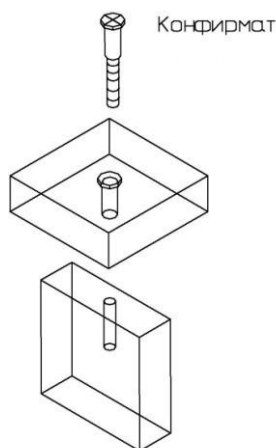

Рис. 4
Закрепить заднюю стенку (6) и перегородки (4), (04) с помощью конфирмат-винтов, ввернув их сквозь отверстия в нижнем щите (3) (см. рис.4). Затянуть эксцентрики на нижнем щите (3). Присоединить основание (5) к нижнему щиту (3) с помощью винтов М6х30. К получившейся конструкции присоединить крышку (1) так, чтобы дюбели и шканты в крышке вошли в предназначенные для них отверстия в боковых стенках (2), (02), перегородках (4), (04) и задней стенке (6). Затянуть эксцентрики, повернув их на 180 градусов (см. схему сборки). Закрывать эксцентрики и конфирмат-винты заглушками-самоклейками.